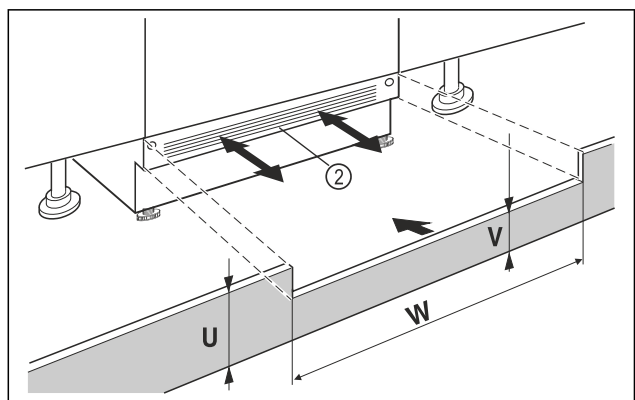

Fig. 12 Przykładowa prezentacja
- ▶ Założyć listwę maskującą cokół urządzenia Fig. 12 (2), ale jeszcze nie mocować.
- ▶ Przy widocznej listwie maskującej cokół Fig. 12 (2) pociągnąć ją przodu, tak by przednia krawędź kratki wentylacyjnej oraz listwy maskującej cokół tworzyły jedną płaszczyznę.
- ▶ Przy zakrytej listwie maskującej cokół Fig. 12 (2), przesunąć listwę całkownicę do tyłu.
- ▶ Zwrócić uwagę na to, by kratki wentylacyjne były odstępnięte: W razie potrzeby wysokość listwy maskującej cokół Fig. 12 (U) można dopasować!
- ▶ Na całej szerokości wnęki Fig. 12 (W) należy dopasować wysokość podstawy Fig. 12 (V) pod listwą maskującą cokół urządzenia Fig. 12 (2).